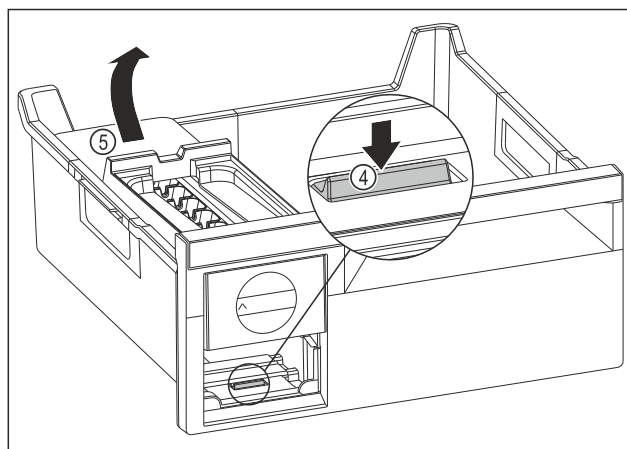

Fig. 104
- ▶ Vegye ki az EasyTwist-Ice egység testét: Nyomja le a fület Fig. 104 (4) az ujjával, és ezzel egyszerre emelje meg a másik kezével hátulról az EasyTwist-Ice egység testét Fig. 104 (5).